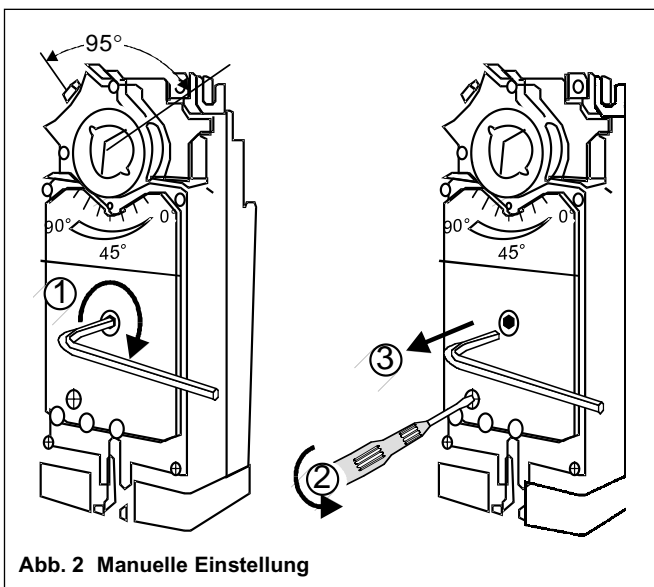

Abb. 2 Manuelle Einstellung
2. Stecken Sie den Inbusschlüssel ein, wie in Abb. 2 gezeigt.